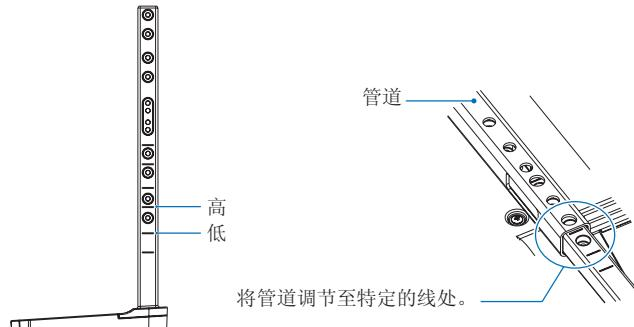

图 1
- 支架杆上的线是高度调节指示器（图1）。请将管道调节至特定的线处。